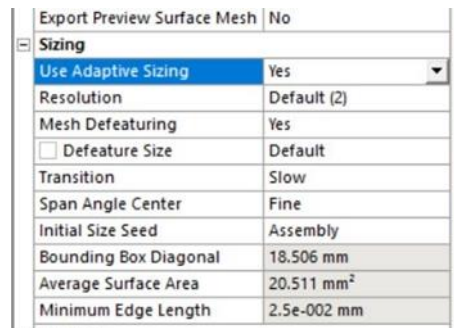

Fig. 9 Configuración de Sizing.
3. En la parte de Sizing se activa el dimensionamiento adaptativo. Véase Fig. 9.